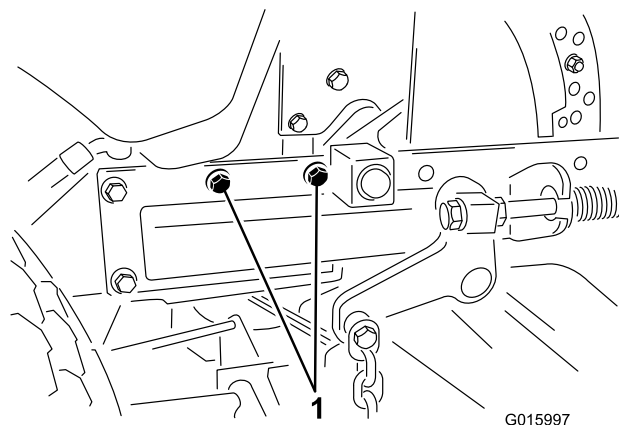

Figura 6
4. Repita los pasos 1-3 en el lado derecho (Figura 6).